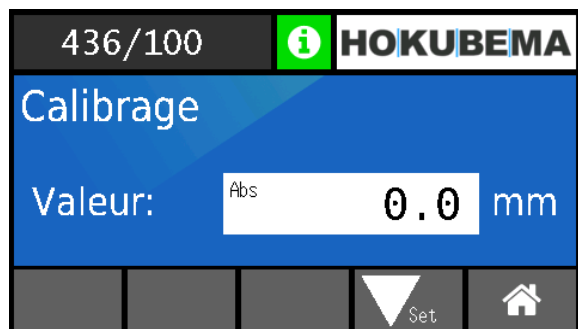

Figure 32 : masque de calibrage « Calibrer »
- le masque de calibrage s'affiche (voir ⇒ Figure 32)